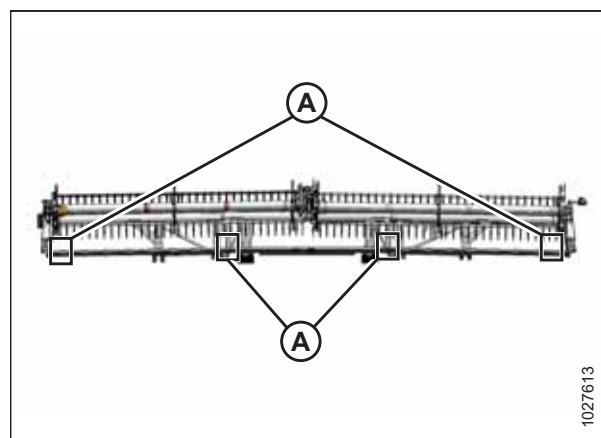

Рисунок 5.234: Точки замера
- Рис. 5.234, страница 535 — гибкая жатка FlexDraper®